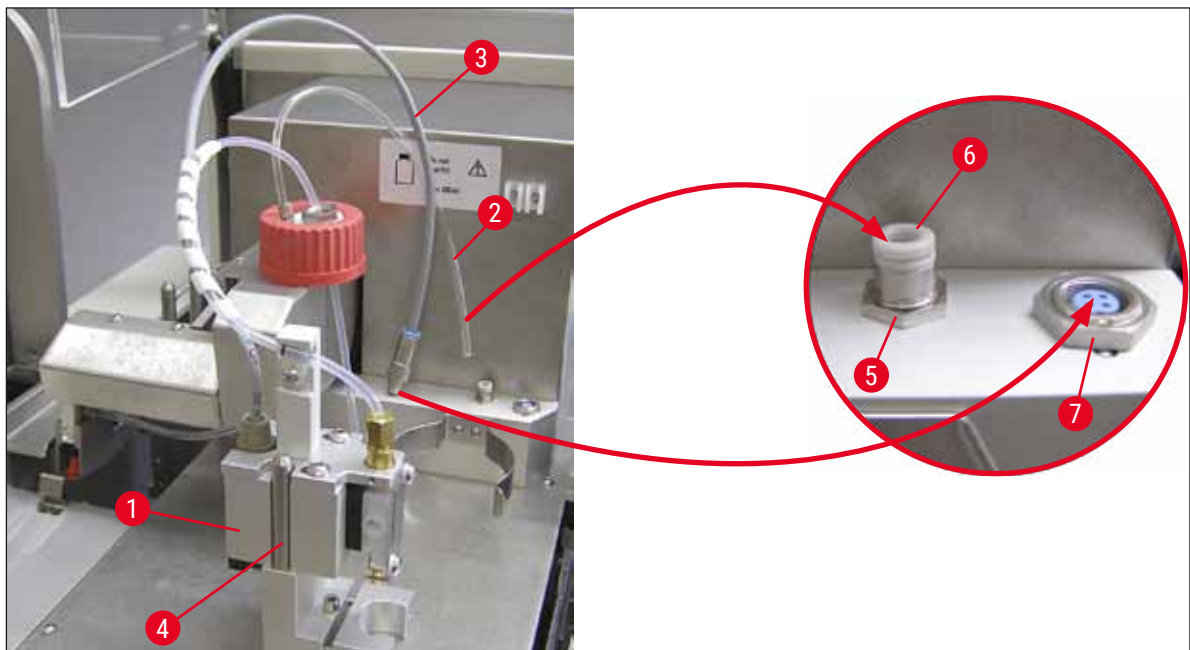

Bild 11
2. Sätt i fördelaren (→ Bild 11-1) i hållaren (→ Bild 11-4) för avluftningsläget (→ Bild 11).